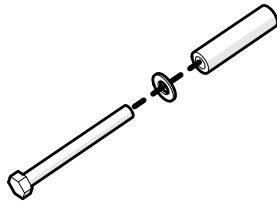

Рисунок 2
2. Наденьте одну шайбу **5** и одну муфту **4** на один из болтов **3** и вставьте ее в отверстие для винтов на внутренней части правой боковой опоры (см. рисунок 2).